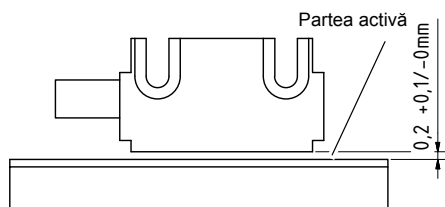
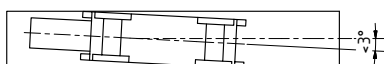

Fig. 5-6: Distanță senzor / Bandă magnetică
Fig. 5-8: Orientarea senzorului
(Fig. 5-6: până la Fig. 5-8:)
- Nu a fost respectată toleranța distanțelor dintre senzor și bandă magnetică pe întreaga porțiune de măsurare, senzorul se răsfrânge asupra benzii magnetice (☞ Fig.5-6:).
- Senzorul a fost montat cu partea activă a benzii în altă parte (☞ Fig.5-8: și ☞ Fig.5-8:).